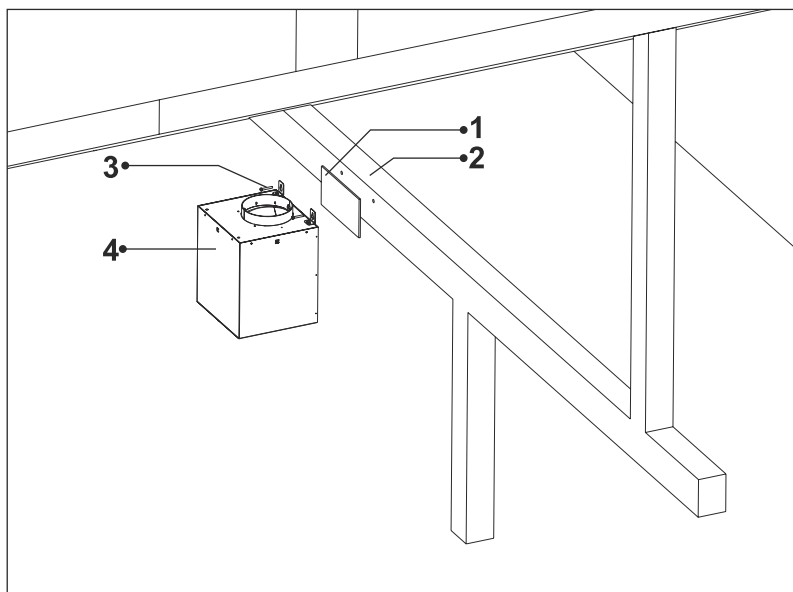

Fig. 22
10. Montera nu motorkabinettet på låsblecket med 2 x 5,5x60 mm skruvarna (Fig. 22).